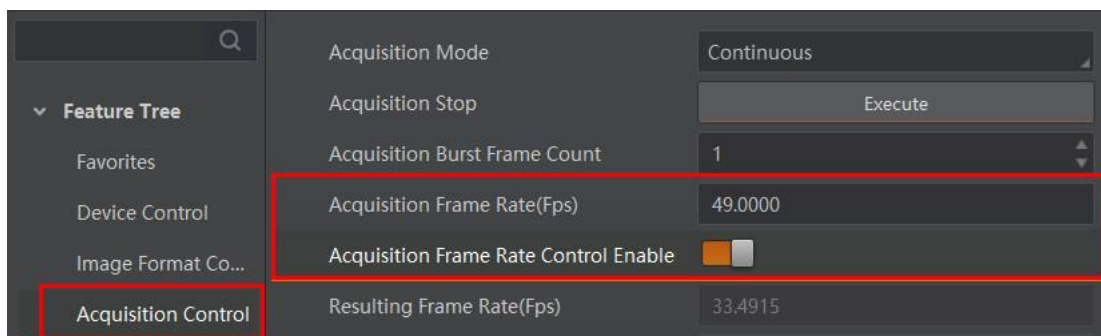

图10-1 帧率设置
2. 下方 *Acquisition Frame Rate Control Enable* 参数设置为 *True*，如图 10-1 所示。